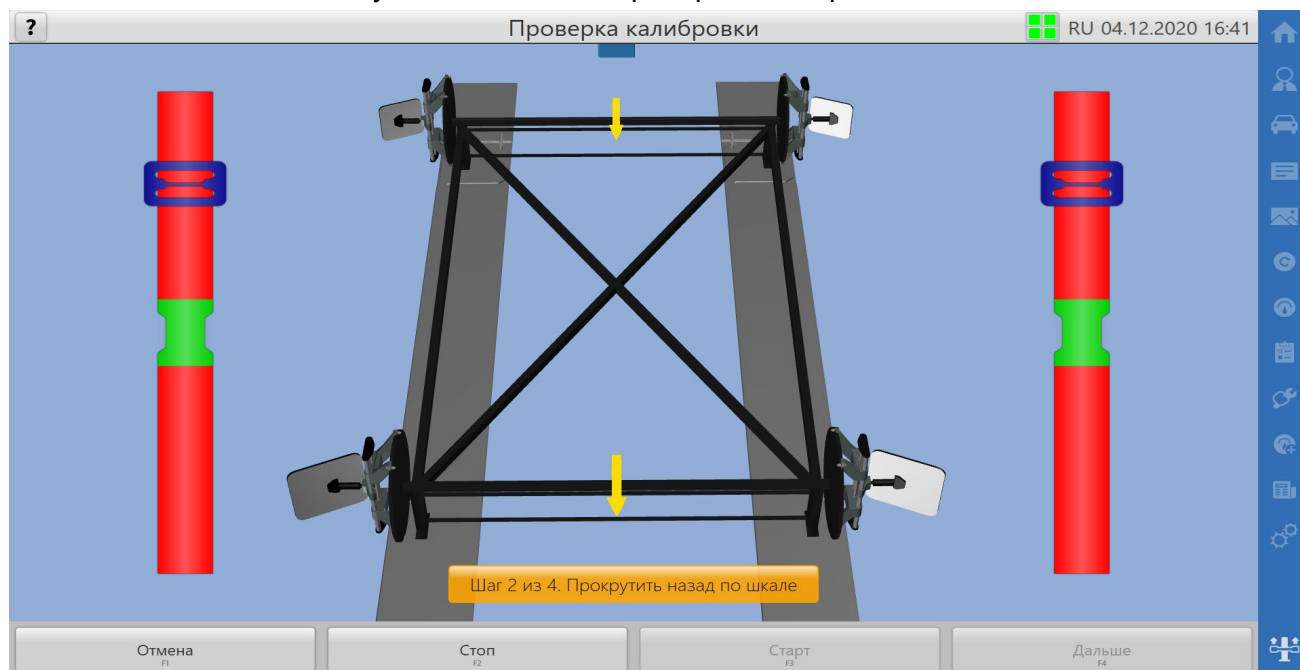

Рисунок 8.4.2 – Окно проверки калибровки с использованием ISO-рамы с захватами
- проверка калибровки ISO-рамой с захватами (с имитаторами колес), рисунок 8.4.2;